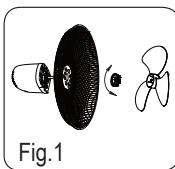

Fig.1
3. Vrid skyddsmuttern moturs. Ställ det bakre skyddsgallret i rätt läge (handtaget uppåt) och skruva åt skyddsmuttern. (Fig. 1)